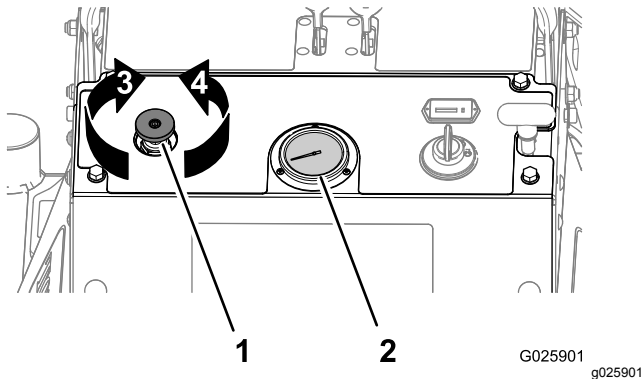

Figura 18
Nota: Primer uso: ajuste el control de la presión de los taladros de modo que el indicador de presión de los taladros (Figura 18) muestre 24 bar (350 psi).
- Gire el control de la presión de los taladros en sentido **antihorario** (Figura 18) para reducir la presión descendente y retirar un terrón **más corto**.
- Gire el control de la presión de los taladros en sentido **horario** (Figura 18) para aumentar la presión descendente y retirar un terrón **más largo**.